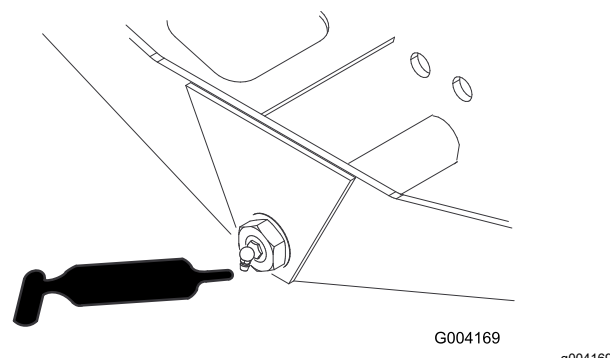

Figura 70
- Articulação do direção do eixo (1 cada) (Figura 70)